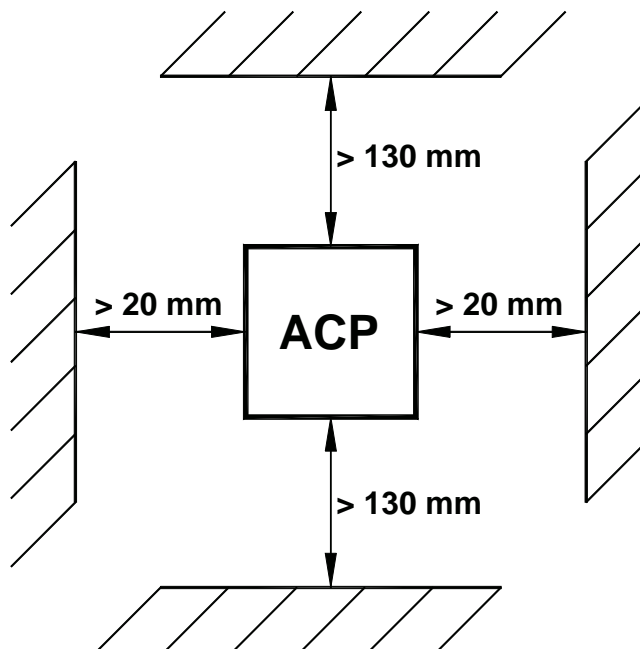

Figure 2.1
- C. Le variateur ACP produit de la chaleur, il est par conséquent nécessaire de disposer de suffisamment de place autour de l'appareil (cf. figure 2.1). Dans le cas où l'appareil est logé avec un autre appareil dans un même coffret, il y a lieu de respecter les distances minimum prescrites afin de garantir la ventilation correspondante.